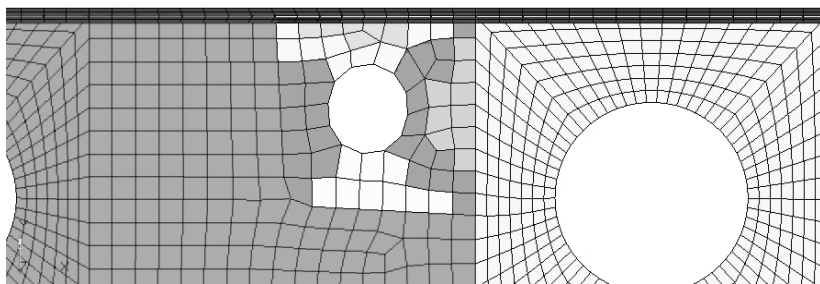

图 7-51 模型中较小开口的部分
(8) 可以注意到，模型中较小开口的部分，由于原始几何在此处是平滑过渡的，因此生成了具有多个厚度的 component，如图 7-51 所示。